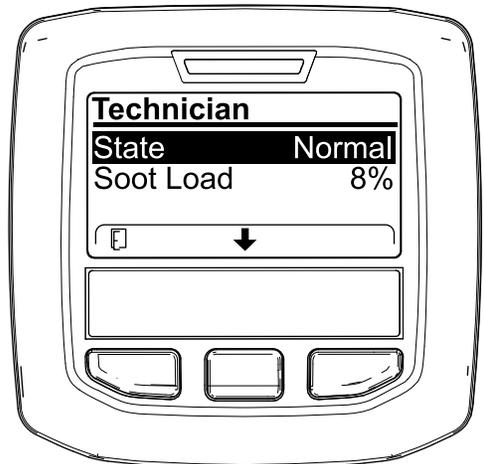

図 42
- DPF 稼働記録表で、現在の DPF の状態を確認する 図 42。